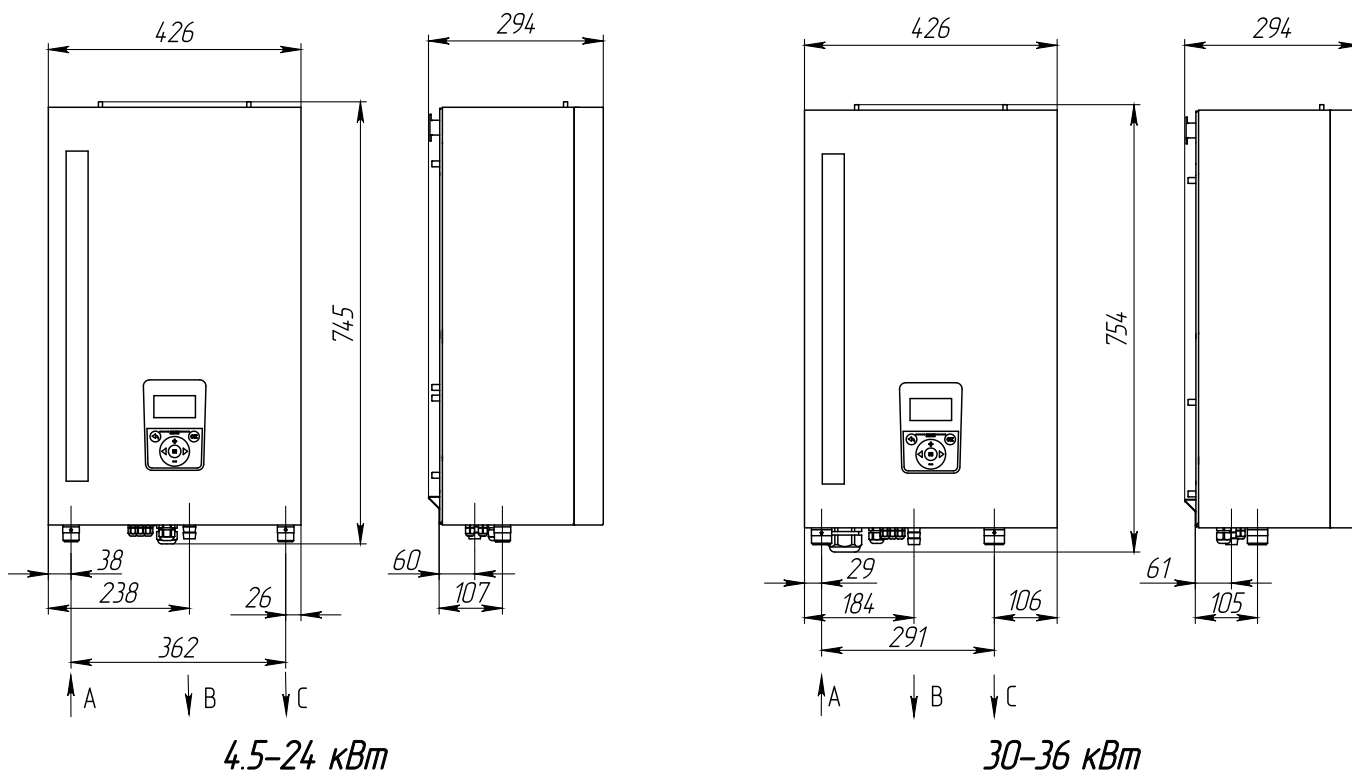

Рис.9 Габаритные размеры GTM CLASSIC E350 4,5-36
- подсоединить котел к системе отопления. Габаритные и присоединительные размеры котлов указаны на **рис.9**;